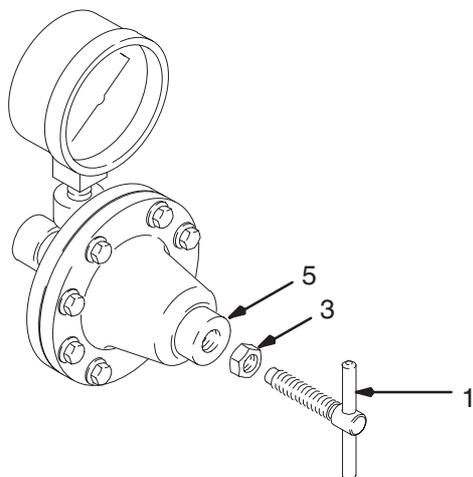

Fig. 3
1. Fermer le régulateur: faire tourner le croisillon de réglage (1) dans le sens anti-horaire pour détendre le ressort. Voir Fig. 3.
3. Tourner ensuite le croisillon de réglage (1) *dans le sens horaire* pour augmenter la pression produit. Voir Fig. 3. Procéder au réglage pour obtenir la forme de jet de pulvérisation désirée. *Avant de réduire la pression du régulateur, relâcher partiellement la pression dans le flexible du pistolet pour garantir une lecture correcte sur le manomètre. Serrer l'écrou de blocage (3) sur le chapeau du régulateur (5) pour garantir le réglage correct de la pression.*
- b. Faire tourner le croisillon de réglage (1) dans le sens horaire pour ouvrir le régulateur à la pression et au débit de sortie de rinçage désirés. Voir Fig. 3.
3. Faire tourner le croisillon de réglage (1) dans le sens anti-horaire jusqu'à la détente du ressort (Fig. 3).